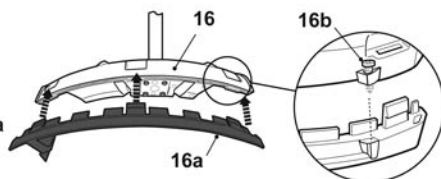

Rys. 4
- > Umieścić osłonę (16) na wsporniku.
- > Przymocować osłonę (16) za pomocą zestawów mocujących (15), posługując się kluczem Torx T30 (41) w charakterze śrubokręta (Rys. 4).